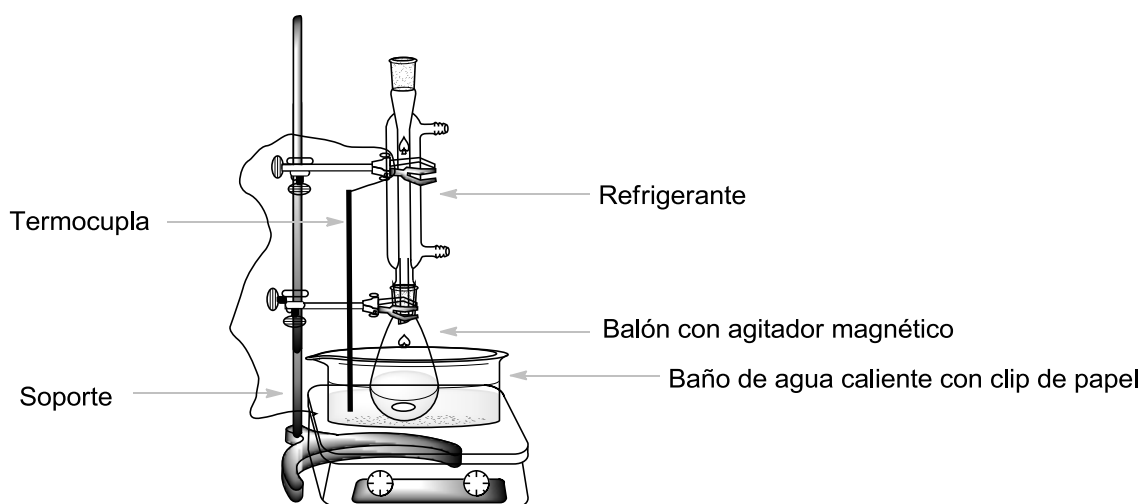

Figura 1. Esquema del equipo de calentamiento.
3. Coloca el balón en el baño de agua caliente. Conecta el refrigerante al balón (no es necesaria la conexión de agua) y asegúralo en la parte superior con una agarradera grande que quede un poco floja, como se muestra en la Figura 1. Agita el compuesto **A** para que se disuelva.
Calienta el baño de agua a 80 °C. Introduce la barra magnética en el Erlenmeyer de 50 cm3 (con junta esmerilada) que contiene la fase orgánica **O2** del paso II.6 y agrega 0,300 g de 2,4-dinitrofenilhidrazina (**DNPH**). En una probeta mide 10 cm3 de etanol. Usando una pipeta Pasteur de vidrio, enjuaga el vial de vidrio con 5 × 2 cm3 de etanol, para transferir toda la **DNPH** al Erlenmeyer. Coloca el Erlenmeyer en el baño de agua caliente y ajusta el refrigerante previamente enjuagado con etanol (como en el esquema de la Figura 1). Por el extremo superior del refrigerante, agrega 3